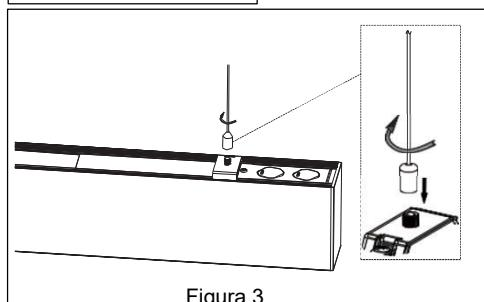

Figura 3
7. Conecta el extremo opuesto de la correa al soporte roscado en la lámpara. *Ver Figura 3.*